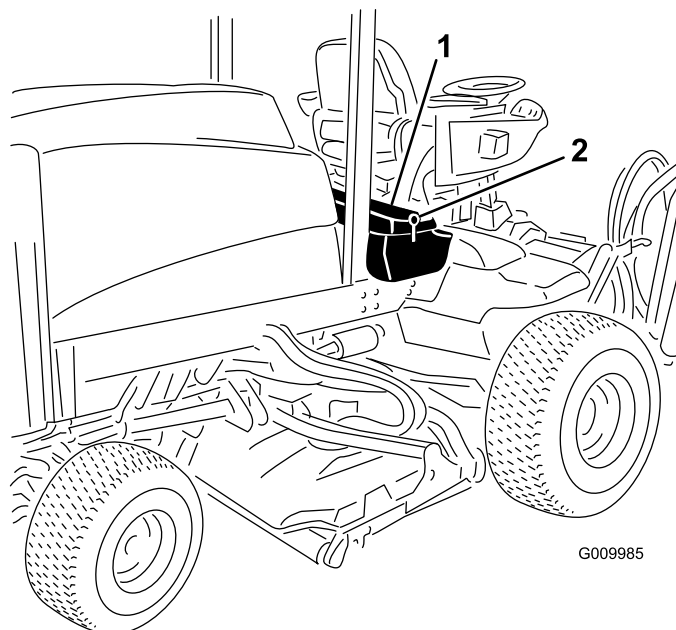

Figura 1
1. Desenganche y levante el panel de la consola del operador (Figura 1).